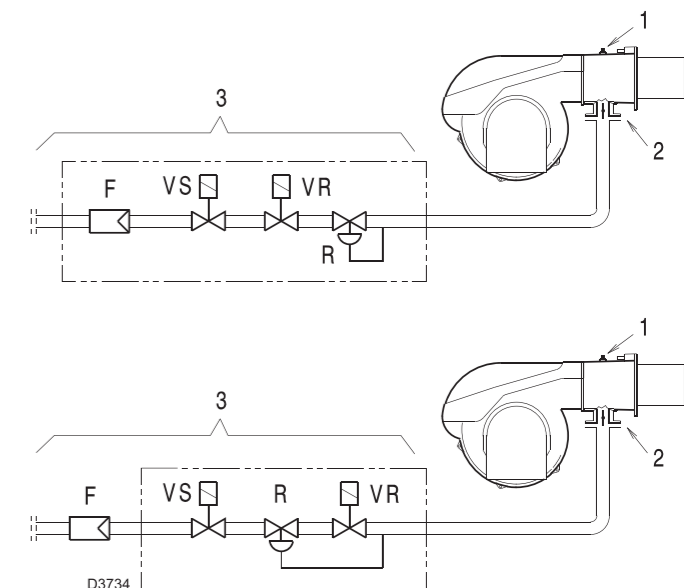

图 23
测试点 1) (图 23) 处测得的燃气压力，此时：
燃气蝶阀 2) (图 23) 处的压力损失，此时蝶阀最大开启角度为：90°。
- 用测试点 1) (图 23) 测得的燃气压力减去炉膛背压。
测试点 1) (图 23) 处燃气压力 = 11.7 mbar
计算测试点 1) (图 23) 处所需燃气压力，将燃烧器以最大出力运行：
- 读出右边栏 1 所示测试点 1) (图 23)。
测试点 1) (图 23) 处所需压力。